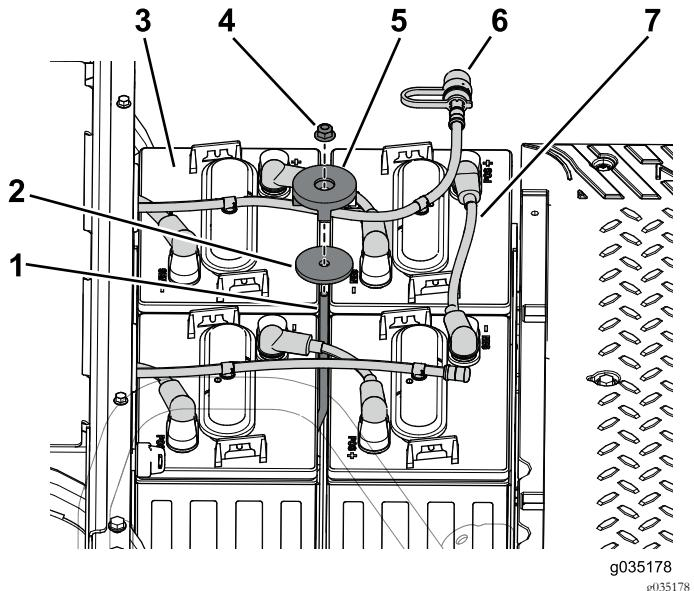

Рисунок 57
1. Выверните фланцевую гайку, снимите прижим аккумуляторной батареи и шайбу, с помощью которых аккумуляторные батареи крепятся к переднему поддону (Рисунок 57).
2. Отсоедините шланг доливки воды от аккумуляторных батарей в переднем поддоне аккумуляторных батарей (Рисунок 57).